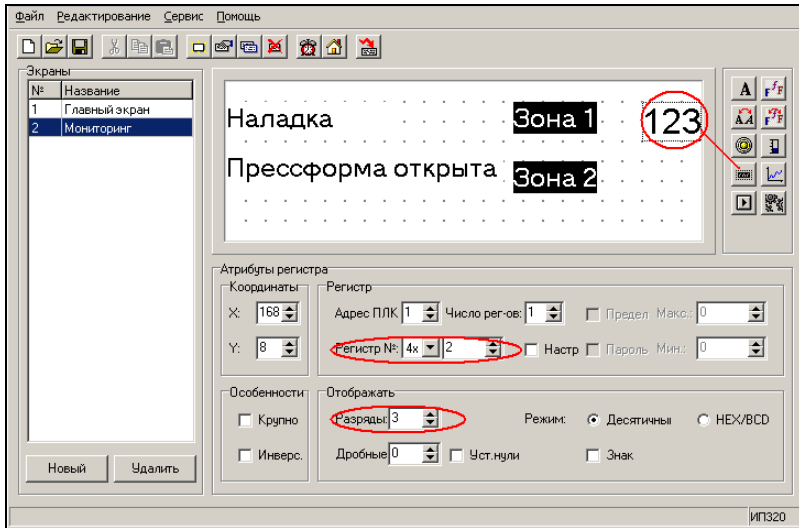

Рис. 7.6. Атрибуты регистра
- 9.3 Создать текстовые элементы экрана («Зона 1» и «Зона 2»). Приемы ввода текста описаны в п. 4.3. Результат см. рис. 7.6.
- 9.4 Используя элемент «Регистр», создать поля отображения реального значения температуры (см. п. 4.7) справа от элементов «Зона 1» и «Зона 2». В группе полей «Атрибуты» регистра 1 (справа от поля «Зона 1») устанавливаем: номер регистра=2; разряды – 3 (т.к. значение температуры не превышает 250°C). Аналогично создаем регистр справа от надписи «Зона 2». Атрибуты регистра: номер регистра=3; разряды – 3 (см. рис. 7.6).